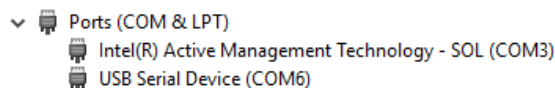
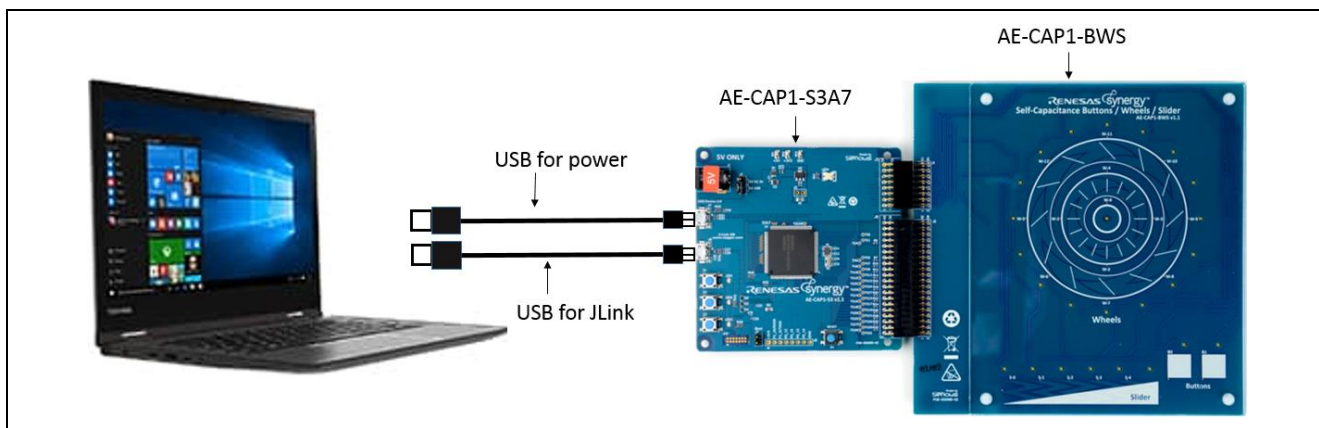

図 24 Windows 10 の USB シリアルデバイス COM ポート
図 33 プロジェクト AE_CAP1_S3A7_BWS_App ハードウェアの設定
S3A7 ソフトウェアは USB を使用して、J9 の Synergy 用 CTW と通信します (図 33 参照)。Windows 10 で作業する場合は、USB ドライバをインストールする必要はありません。USB シリアルデバイスはサンプルプロジェクトによって列挙されます (図 24 参照)。
1. AE-CAP1-S3 のジャンパを設定するための AE-CAP1-S3 設定は図 33 を参照してください。ジャンパ J4 をオープンにして、ジャンパ J2 を USB デバイス側にします。